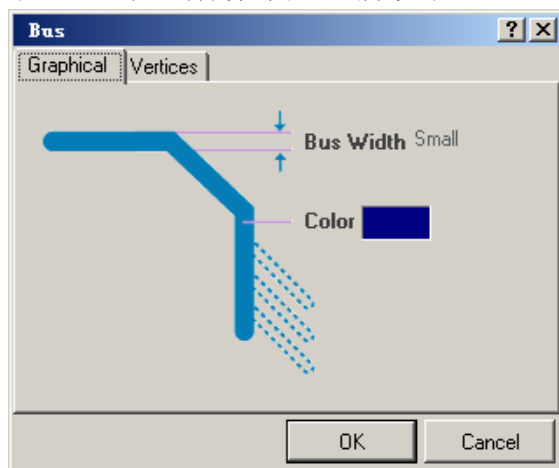

图 2.92 “Bus”对话框
(2) 单击键盘上的“Tab”键，打开如图 2.92 所示的“Bus”对话框。